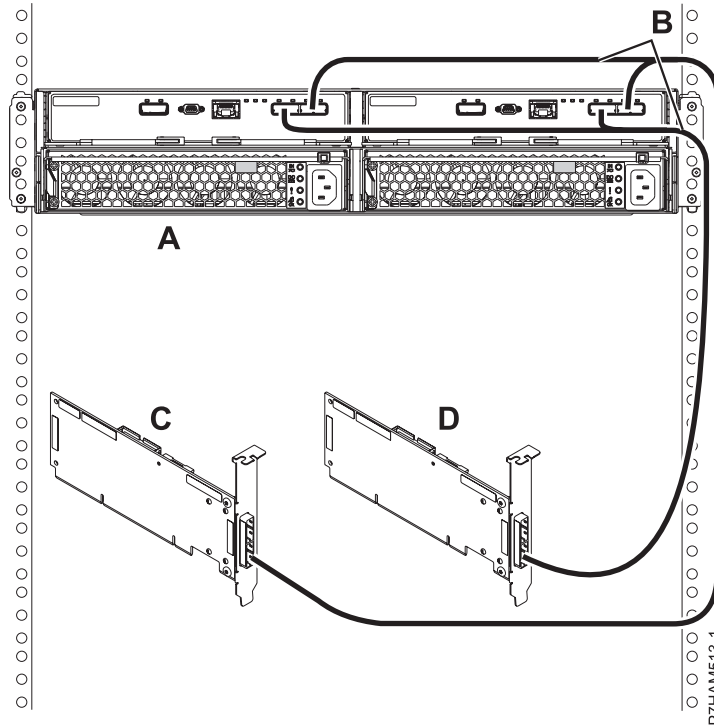

Figure 16. Connexion de mode 2 d'un boîtier d'unité de disque 5887 via des câbles YO à deux adaptateurs SAS indépendants
16. Effectuez la connexion de mode 2 d'un boîtier d'unité de disque 5887 (A) via des câbles YO (B) à deux adaptateurs SAS indépendants. Voir figure 16, à la page 18.
- L'adaptateur SAS indépendant 1 (C) n'a pas accès à l'autre adaptateur indépendant et accède uniquement aux baies d'unité D1 à D12.
- L'adaptateur SAS indépendant 2 (D) n'a pas accès à l'autre adaptateur indépendant et accède uniquement aux baies d'unité D13 à D24.